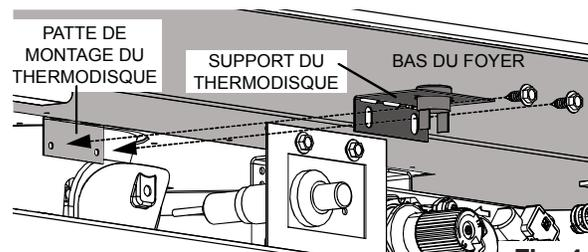

Fig. 4
11. Pour l'installation du support du thermodisque premièrement, pliez le patte de montage sur le bas de l'appareil à 90 degrés. Ce sera la patte de montage du thermodisque (**Fig. 4**).
12. Pliez le support du thermodisque à 90 degrés puis fixez-le au patte de montage utilisant les deux vis fourni (**Fig. 4**). Assurez-vous que le thermodisque touchez le bas de l'appareil et que le harnais de fils est correctement fixé.